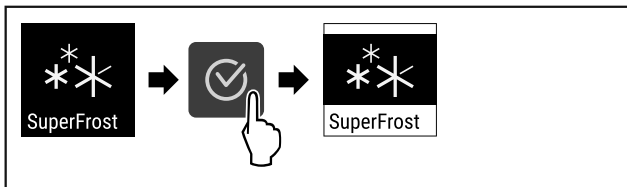

Fig. 92
- ▶ Εκτελέστε τα βήματα ενεργειών (βλέπε Fig. 92) .